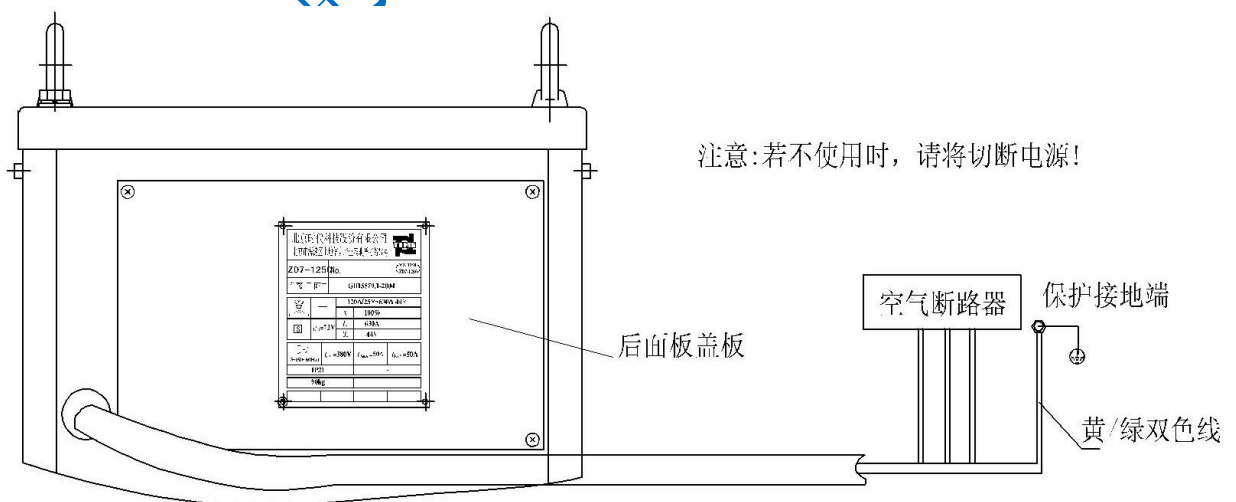

图 8.4
- 接线方法：1) 先拆除后面板盖板；2) 将电源线的 3 个端子接到接线端子上；3) 使用压线夹板压紧电源线，防止松动；4) 盖上后面板盖板。如图 8.4/8.5